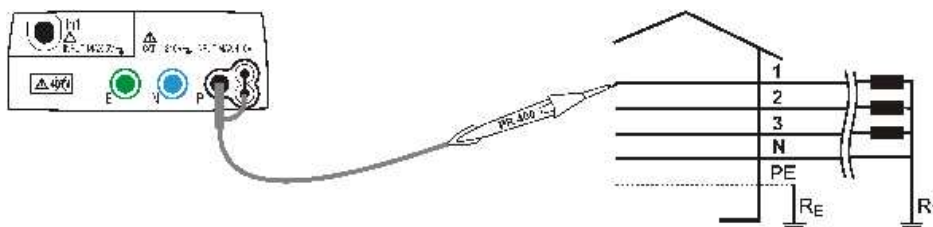

Abb. 24: Geräteanschluss zur Messung der Drehfeldrichtung mit einem Messkabel, Kontaktierung an Phase 1
- Führen Sie den blauen und schwarzen Steckverbinder des jeweiligen Einzelkabels in die entsprechenden Eingangsbuchsen N und P des Messgerätes ein. Bringen Sie erforderlichenfalls Krokodilklemmen an den freien Kabelenden an. Sie können auch den Tastkopf benutzen, indem Sie dessen mehrpoligen Steckverbinder in die Eingangsbuchse P einführen. Verbinden Sie den Schukostecker, die Krokodilklemmen oder den Tastkopf mit dem elektrischen Stromnetz entsprechend Abb. 24 und Abb. 25.